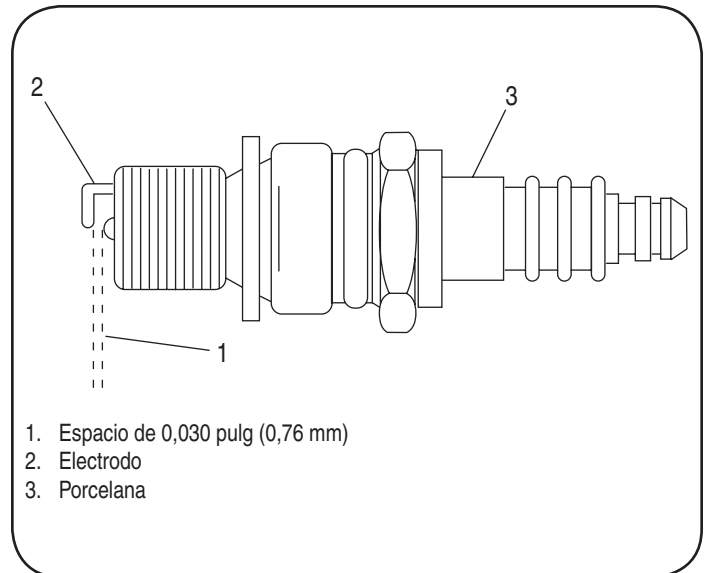

Figura 13
4. Controle el espacio del electrodo con un calibrador de separaciones y ajuste dicho espacio a 0,030 pulg (0,76 mm) si es necesario. Vea la figura 13.